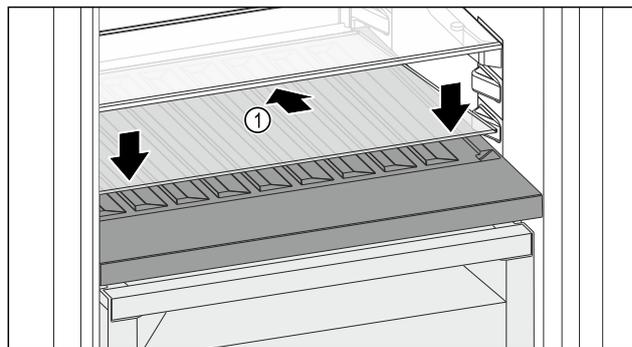

Fig. 124
- ▶ 向后下方倾斜放置玻璃隔板 Fig. 124 (1)。
- ▶ 放低玻璃隔板 Fig. 124 (1) 前部。